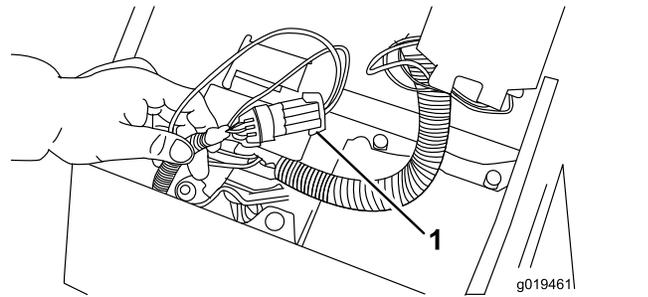

Figura 30
2. Abra la cubierta del panel de control. Localice el arnés de cables y el conector del bucle de prueba. Desenchufe con cuidado el conector del bucle de prueba del conector del arnés (Figura 30).